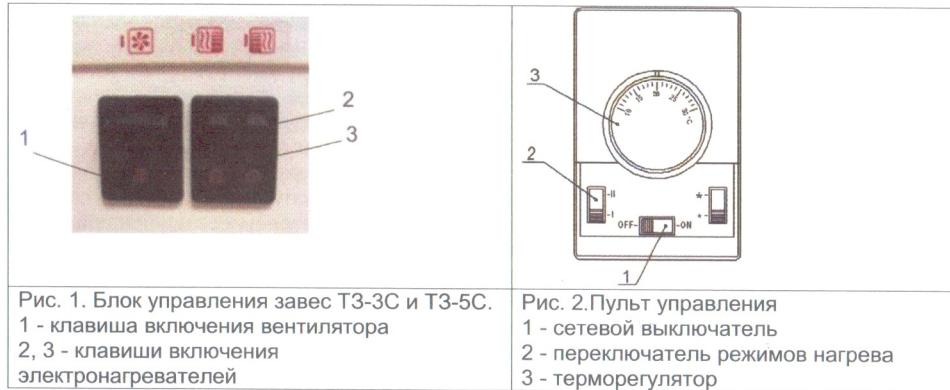

Рис. 1. Блок управления завес ТЗ-3С и ТЗ-5С.
- установочные и габаритные размеры завесы представлены на рис.1 Приложения;